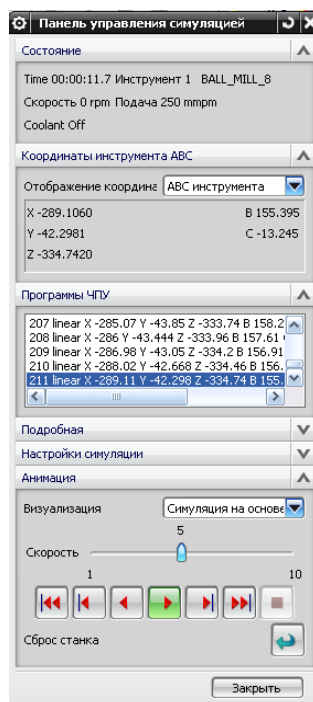

Рисунок 74 Окно панели управления симуляцией
7. Переключитесь на «Вид программ» навигатора операций. Из контекстного меню группы программ PROGRAM выберите команды «Траектория – Симуляция». Появится диалоговое окно управления симуляцией (рисунок 74). Переключите режим симуляции на значение «Симуляция машинного кода» и выполните команду «Пуск» на панели управления симуляцией.